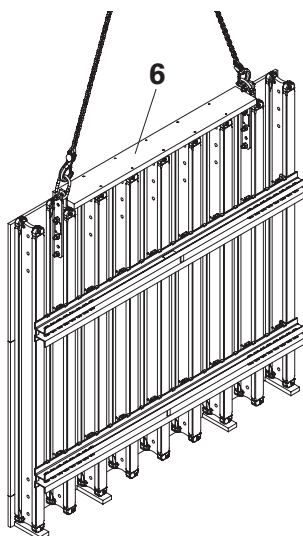

Fig. 08
- Controllare la stabilità della traversa di compressione (6). (Fig. 08)
1. Togliere la traversa di compressione (6). (Fig. 08)
1. Togliere la traversa di compressione **(6)**. (Fig. 08)